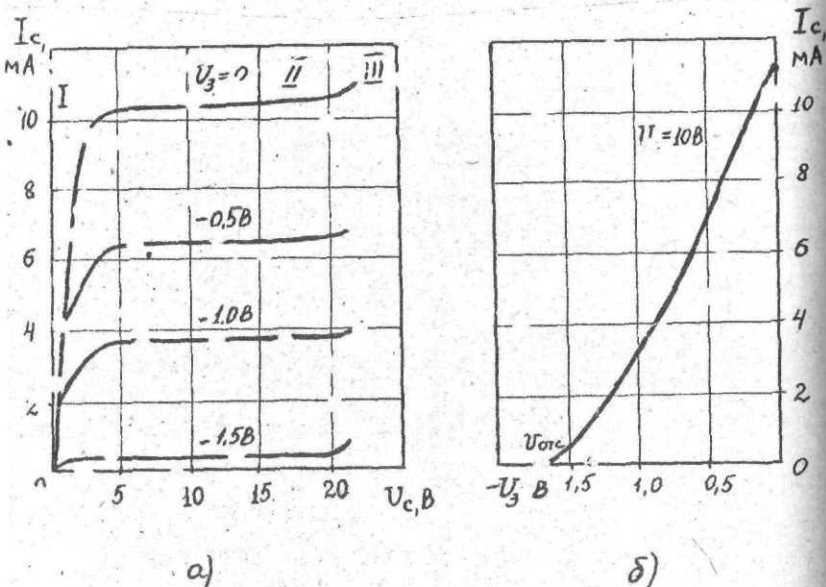

Рис. 4.3. Вольт-амперные характеристики полевого транзистора: а - выходные; б - передачи
1. Вольт-амперные характеристики полевых транзисторов рассмотрим. Вольт-амперные характеристики полевых транзисторов с р-п-переходом. Для этих транзисторов представляют интерес две вида вольт-амперных характеристик: стоковые (выходные) и сток-затворные (характеристики передачи). Вольт-амперные характеристики полевых транзисторов с р-п-переходом и анализ их типа показаны на рис. 4.3, а, б.
Выходные характеристики отражают зависимость тока стока I_c от напряжения стока U_c при фиксированном напряжении затворе U_z . $I_c = f(U_c)$ при $U_z = \text{const}$ и представляются в виде семейств кривых рис. 4.3, а. На каждой из этих кривых можно выделить три характерные области:
Характеристика переде и показывает зависимость тока от напряжения на затворе при фиксированном напряжении стока: $I_c = f(U_z)$ при $U_c = \text{const}$ (рис. 4.3, б). Характеристика связана с выходными характеристиками и может быть построена по ним. Увеличение напряжения $|U_z|$ может привести к запирану транзистора ($I_c = 0$). Значение этого напряжения соответствует напряжению отсечки $U_{отс}$.
1. Рассчитать крутизну и внутреннее сопротивление полевого транзистора с помощью вольт-амперных характеристик (рис.4.3) при